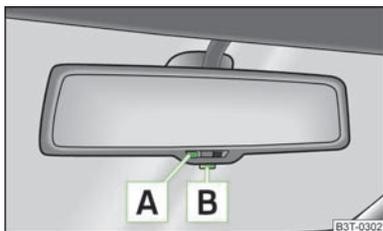

Fig. 52
- Prima o botão **B** » Fig. 52, a luz de controlo **A** acende-se.